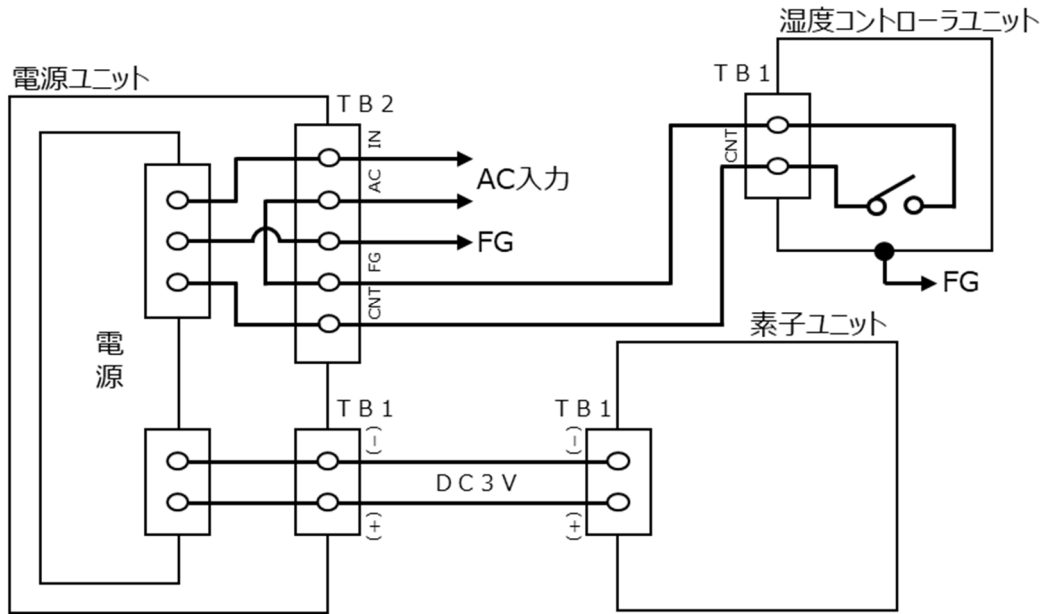
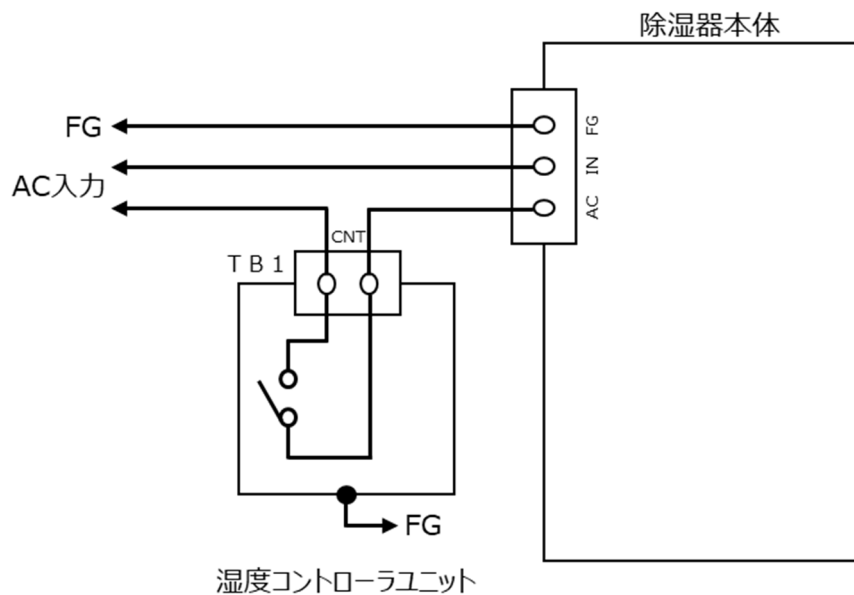

図2. ユニット間接続図 (セパレートタイプ除湿器 [RDHBシリーズ] の場合)
図3. ユニット間接続図 (汎用タイプ除湿器 [RDHシリーズ] の場合)
2) 電気分解式除湿器「ロサール」との接続は、図 2. または図 3. を参照してください。